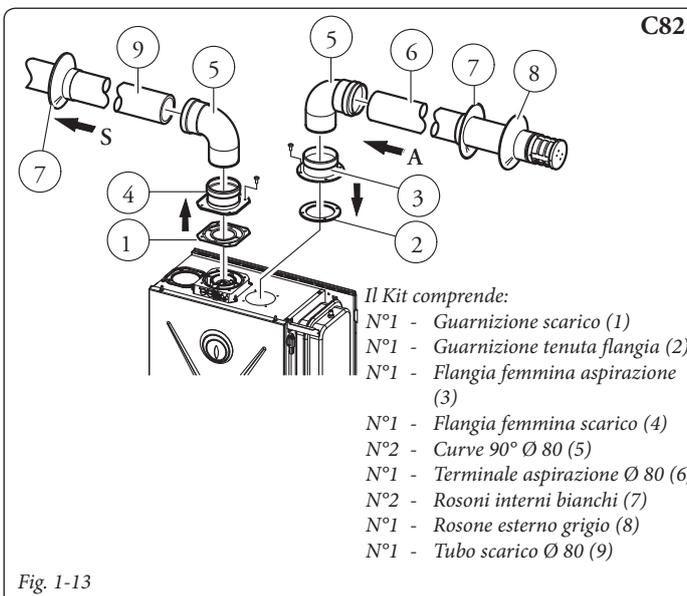

Fig. 1-13
- Kit separatore Ø 80/80. Questo Kit consente l'aspirazione dell'aria all'esterno dell'abitazione e lo scarico dei fumi in canna fumaria (Fig. 1-13÷1-15). Il condotto centrale serve per lo scarico dei prodotti della combustione in canna fumaria, mentre il condotto a fianco di quello centrale serve per l'aspirazione dell'aria all'esterno dell'abitazione. Entrambi i condotti possono essere orientati in qualsiasi direzione.
- Montaggio kit separatore Ø 80/80 (Fig. 1-13): installare la flangia (4) sul foro centrale della caldaia interponendo la guarnizione (1) e serrare con le viti presenti nel kit. Togliere la flangia piatta presente nel foro laterale rispetto a quello centrale (a seconda delle esigenze) e sostituirla con la flangia (3) interponendo la guarnizione (2) già presente in caldaia e serrare con le viti in dotazione. Innestare le curve (5) con lato maschio (liscio) nel lato femmina delle flange (3 e 4). Innestare il terminale di aspirazione (6) con lato maschio (liscio), nel lato femmina della curva (5) sino a portarlo in battuta, accertandosi di avere già inserito i relativi rosone interni ed